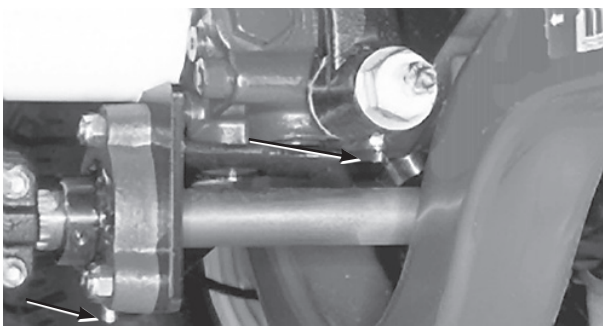

图 39
- トランスミッション部にある走行コントロールのリンク部 (1ヶ所)、駆動シャフトのサポートのベアリング (1ヶ所)、後アクスルの駆動シャフト (3ヶ所) (図39)。